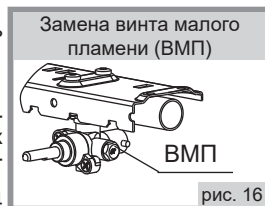

рис. 16
21.2. Проведение замены винтов малого пламени (ВМП) в кранах горелок стола (рис. 16):